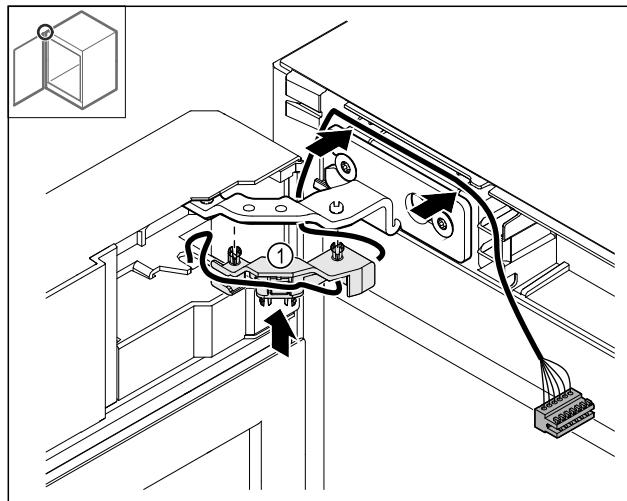

Fig. 48
- Zatlačte držiak kábla Fig. 48 (1) do závesu.